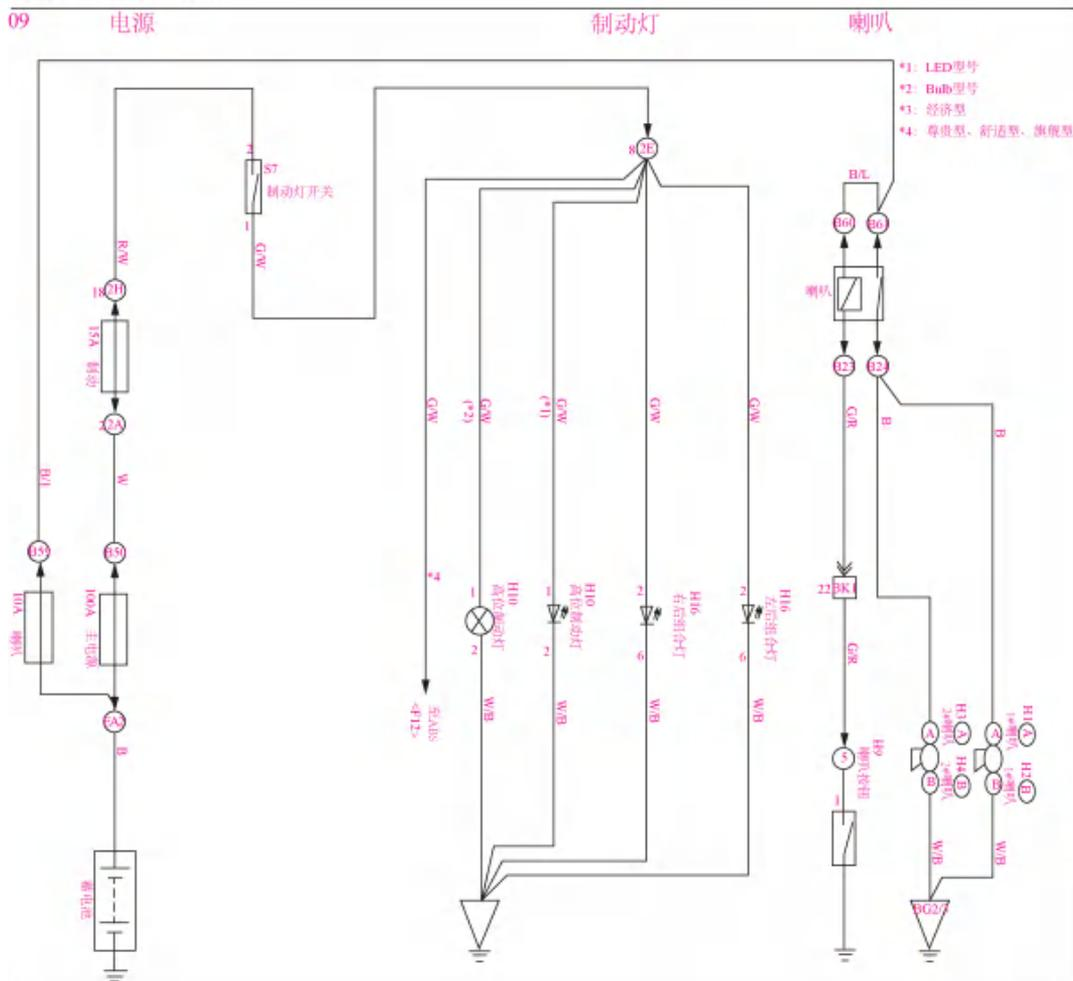

图 4-1-5 比亚迪 F3 制动灯电路
(2) 比亚迪 F3 制动灯电路，制动灯不受点火开关控制，如图 4-1-5 所示。